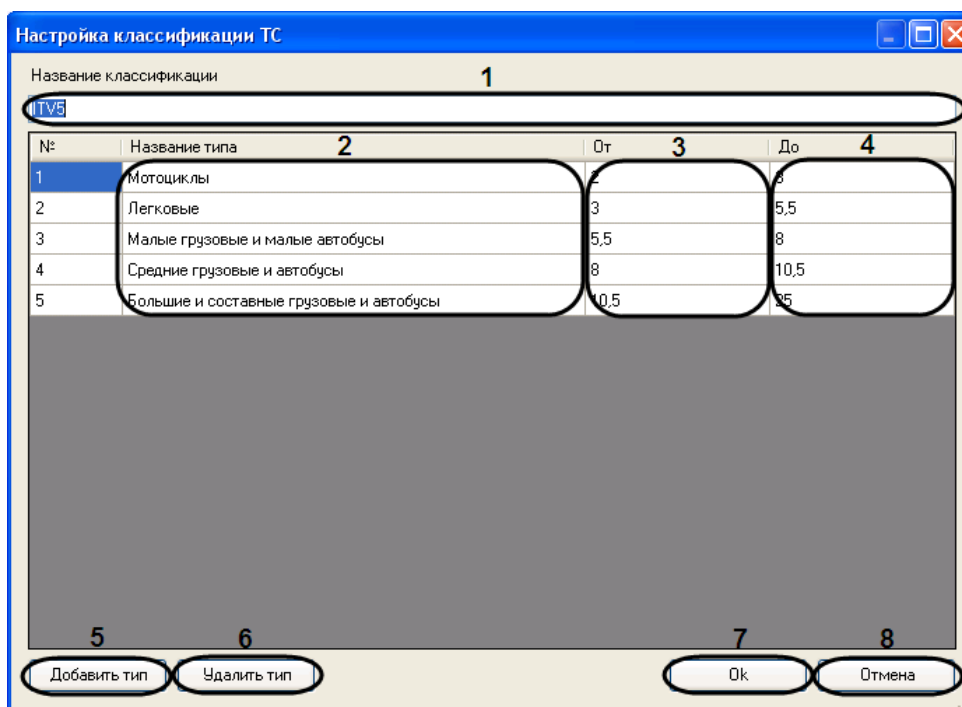

Рис. 7.6—13. Настройка классификации транспортных средств по длине
4. В поле «Название классификации» (см. Рис. 7.6—13, 1) ввести название настраиваемой классификации транспортных средств.